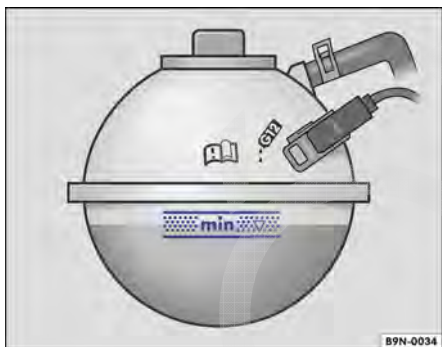

Fig. 230 No compartimento do motor: marcas no reservatório do líquido de arrefecimento do motor.
- Com o motor frio, verificar o nível do líquido de arrefecimento do motor pela marca lateral do reservatório de expansão do líquido de arrefecimento do motor → Fig. 230. O nível do líquido de arrefecimento do motor deve estar entre as marcas.
- O nível do líquido de arrefecimento do motor deve estar entre as marcas no reservatório do líquido de arrefecimento do motor → Fig. 230. **Não reabastecer até acima do canto superior da faixa marcada** → ④.
- Se em caso de emergência não houver à disposição líquido de arrefecimento do motor dentro da especificação exigida → Página 301, não utilizar nenhum outro aditivo do líquido de arrefecimento do motor! Em vez disso, completar inicialmente apenas com **água destilada** → ④. Depois disso, a mistura com a proporção correta de aditivo do líquido de arrefecimento do motor → Página 301 deve ser restabelecida o mais rápido possível.
- Abastecer com líquido de arrefecimento do motor somente até o canto superior da faixa marcada → Fig. 230. Caso contrário, ao aquecer-se, o líquido excedente será expulso do sistema de arrefecimento do motor e poderá ocasionar danos.